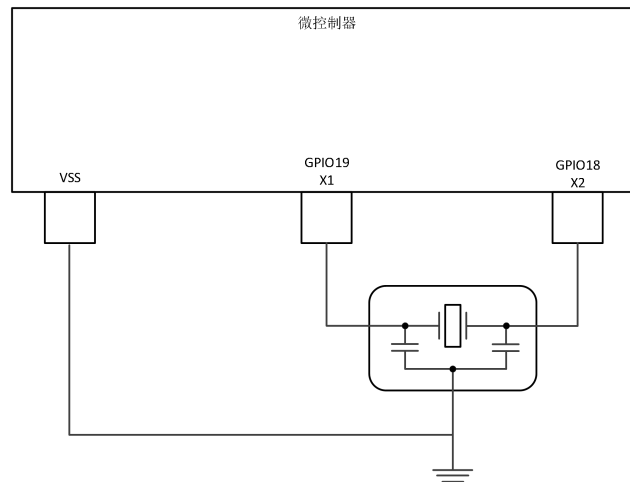

图 6-17. 外部谐振器
- 外部谐振器。如图 6-17 所示，谐振器应连接在 X1 和 X2 之间，且其接地端连接至 VSS。